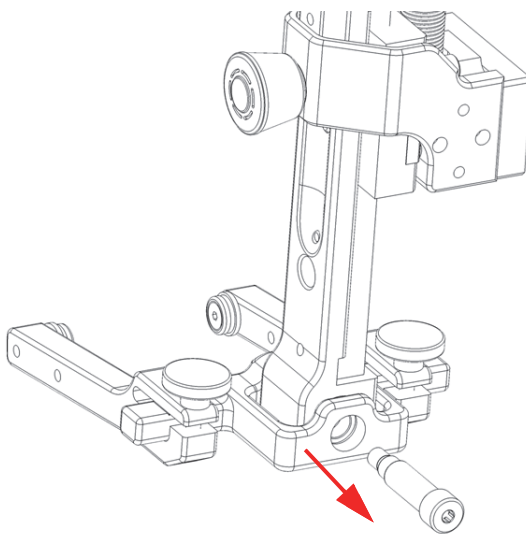

Рис. 5-3 Извлечение винта
1. Используя шестигранный ключ 2,5 мм, открутите и извлеките винт с задней стороны стержня вилки (Рис. 5-3 на стр 80).